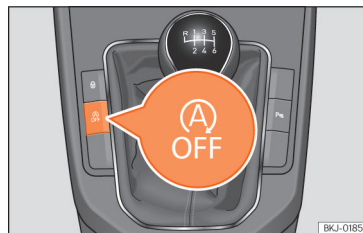

Fig. 86 Consola central: botão do sistema Start-Stop.
- Para desligar/ligar manualmente o sistema Start-Stop, pressione o botão  >>> Fig. 86